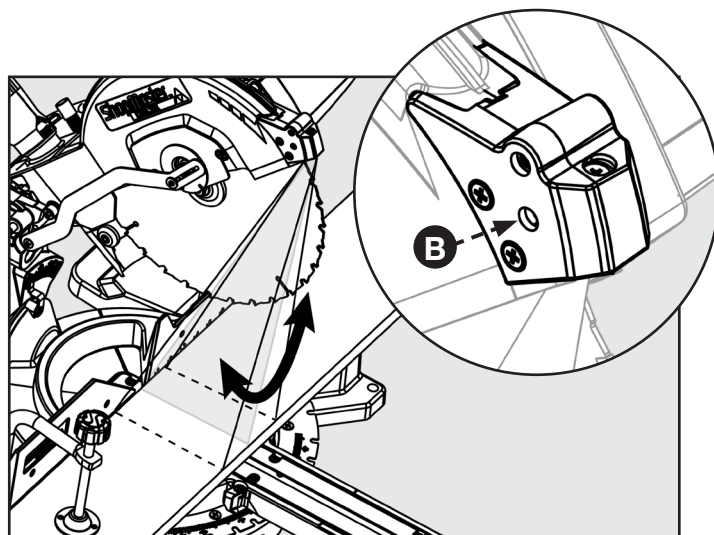

FIGURA 28
Si advierte que la línea del láser no permanece paralela a la hoja a medida que se baja el cabezal de la sierra para realizar un corte, consulte la Figura 28 y siga estas instrucciones: utilice un destornillador Phillips para girar el tornillo (B) a fin de ajustar el ángulo vertical del láser.